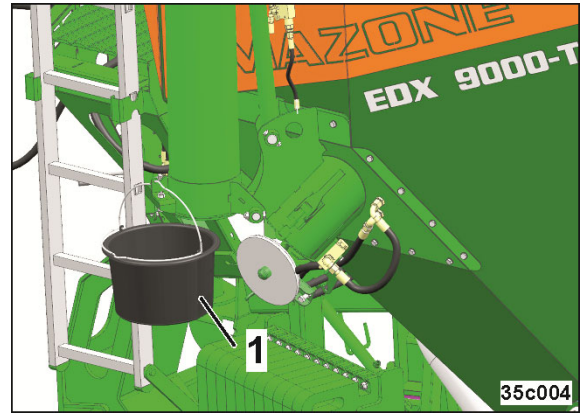

Fig. 250
7. Sæt opsamlingsbeholderen i (Fig. 250/1)